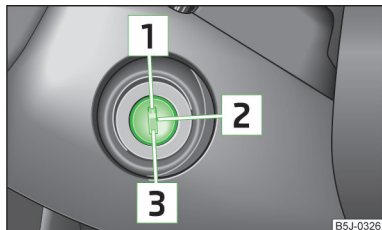

Fig. 87
- Durante la marcia con motore fermo, la chiave d'accensione deve sempre essere collocata in posizione  » fig. 87 a pagina 96 (accensione attivata). Questa posizione è segnalata dall'accensione delle spie di controllo. In caso contrario lo sterzo potrebbe bloccarsi inaspettatamente - pericolo di incidente!
Quando lo **sterzo è bloccato** e non è possibile girare la chiave oppure è possibile portarla solo a fatica in posizione **[2]** » fig. 87, lo sterzo deve essere spostato verso l'alto e verso il basso, per sbloccare il bloccasterzo.
- ▶ Premere a fondo il pedale della frizione; inserire la chiave di accensione **[2]** » fig. 87 a pagina 96 e avviare **[3]** - non accelerare. Tenere premuto il pedale della frizione sino a quando il motore si avvierà.
Spegnere il motore portando la chiave di accensione in posizione **[1]** » fig. 87 a pagina 96.